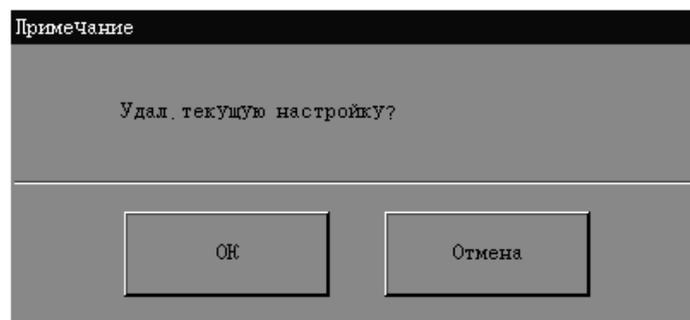

Рисунок 8-3 Диалоговое окно удаления номинального значения
1. **НАЖМИТЕ** кнопку «Удал.номин.знач». Откроется диалоговое окно (Рисунок 8-3).